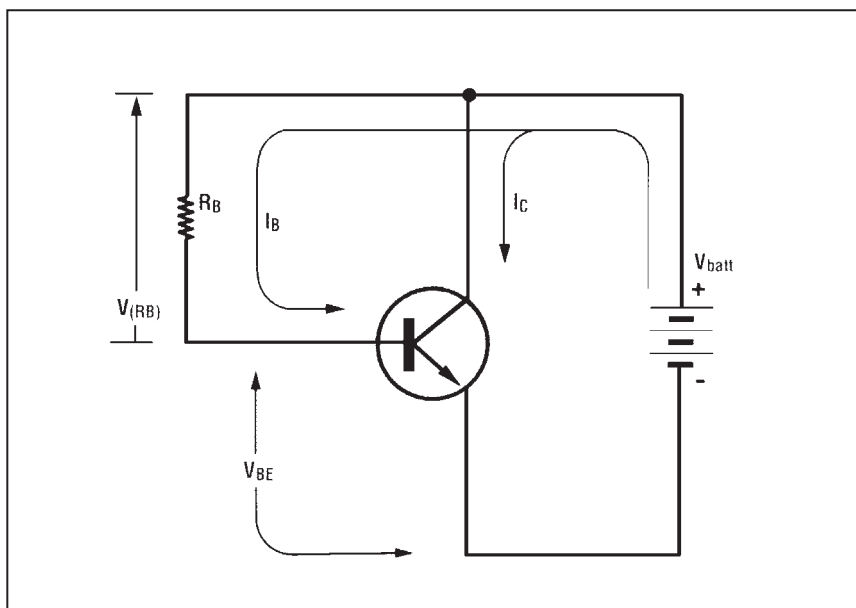

Fig. 136 - Circuito per definire la polarizzazione di un BJT
**B.J.T.** Il circuito di riferimento per il nostro esempio di progettazione e calcolo è quello di fig. 136, dalla quale si capisce chiaramente che il dimensionamento da eseguire è quello della resistenza  $R_B$ . Con questo semplice sistema di polarizzazione, e quindi dimensionando opportunamente  $R_B$ , si ottiene lo scopo di far passare, attraverso il circuito emettitore-collettore-batteria, il valore di corrente prefissato per le condizioni di funzionamento che si desiderano dal particolare transistor adottato. Per questo, occorre innanzitutto conoscere il parametro  $\beta$  che, ricordiamolo, esprime l'amplificazione di corrente da parte del transistor.